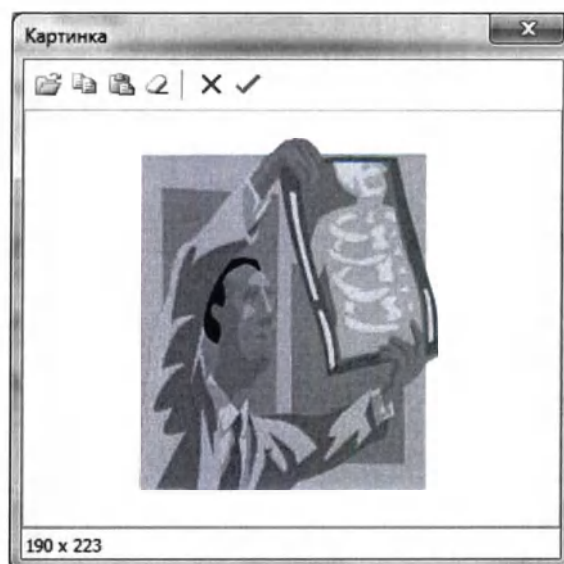

Рис. 4.50. Окно «Картинка»
- Для изменения логотипа необходимо кликнуть два раза мышью по изображению и в появившемся окне «Картинка» загрузить нужный логотип из соответствующего файла на диске (рис. 4.50).